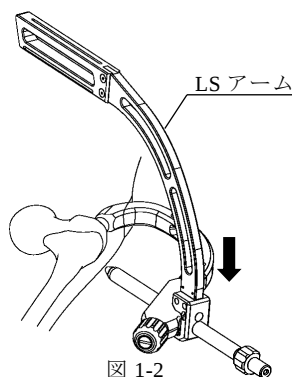
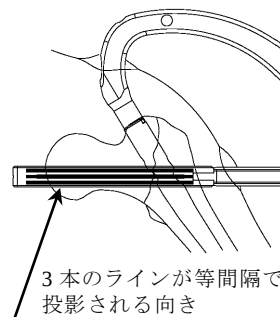

図 1-2
図 1-3
- 3) マルチインサーターガイド LS に LS アームを取り付け、正面像でラグスクリューの位置を確認します。（図 1-2、図 1-3）